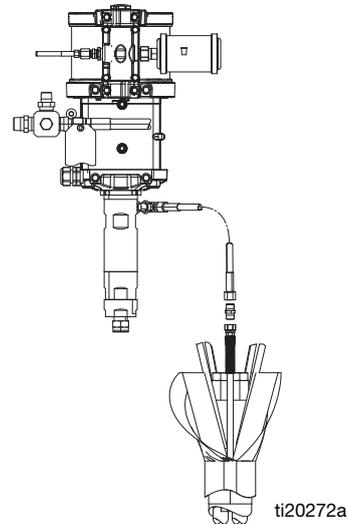

ABB. 20: Spülpumpenanschluss
2. Verbinden Sie den kurzen violetten Spülschlauch von der Spülpumpe mit dem 1/4 NPSM-Schlauch im Paket. Verwenden Sie zum Verbinden der Schläuche den 1/4 Zoll-Nippel, der dem Schlauchpaket beiliegt. Siehe ABB. 20.